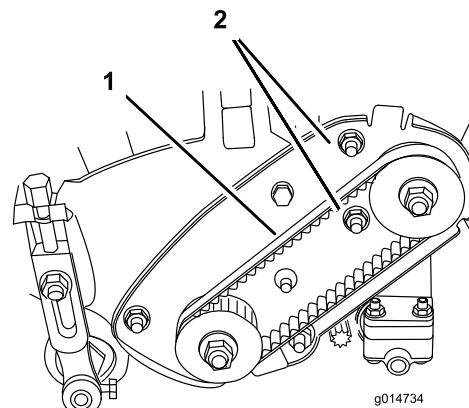

図 38
- A. ベアリング・ハウジング取り付けナットをゆるめる（図 38）。
- C. トルクレンチの設定が狂わないように注意しながら、ベアリング・ハウジング取り付けナットを締め付ける（図 38）。ベルトを締め付けすぎないように注意する。